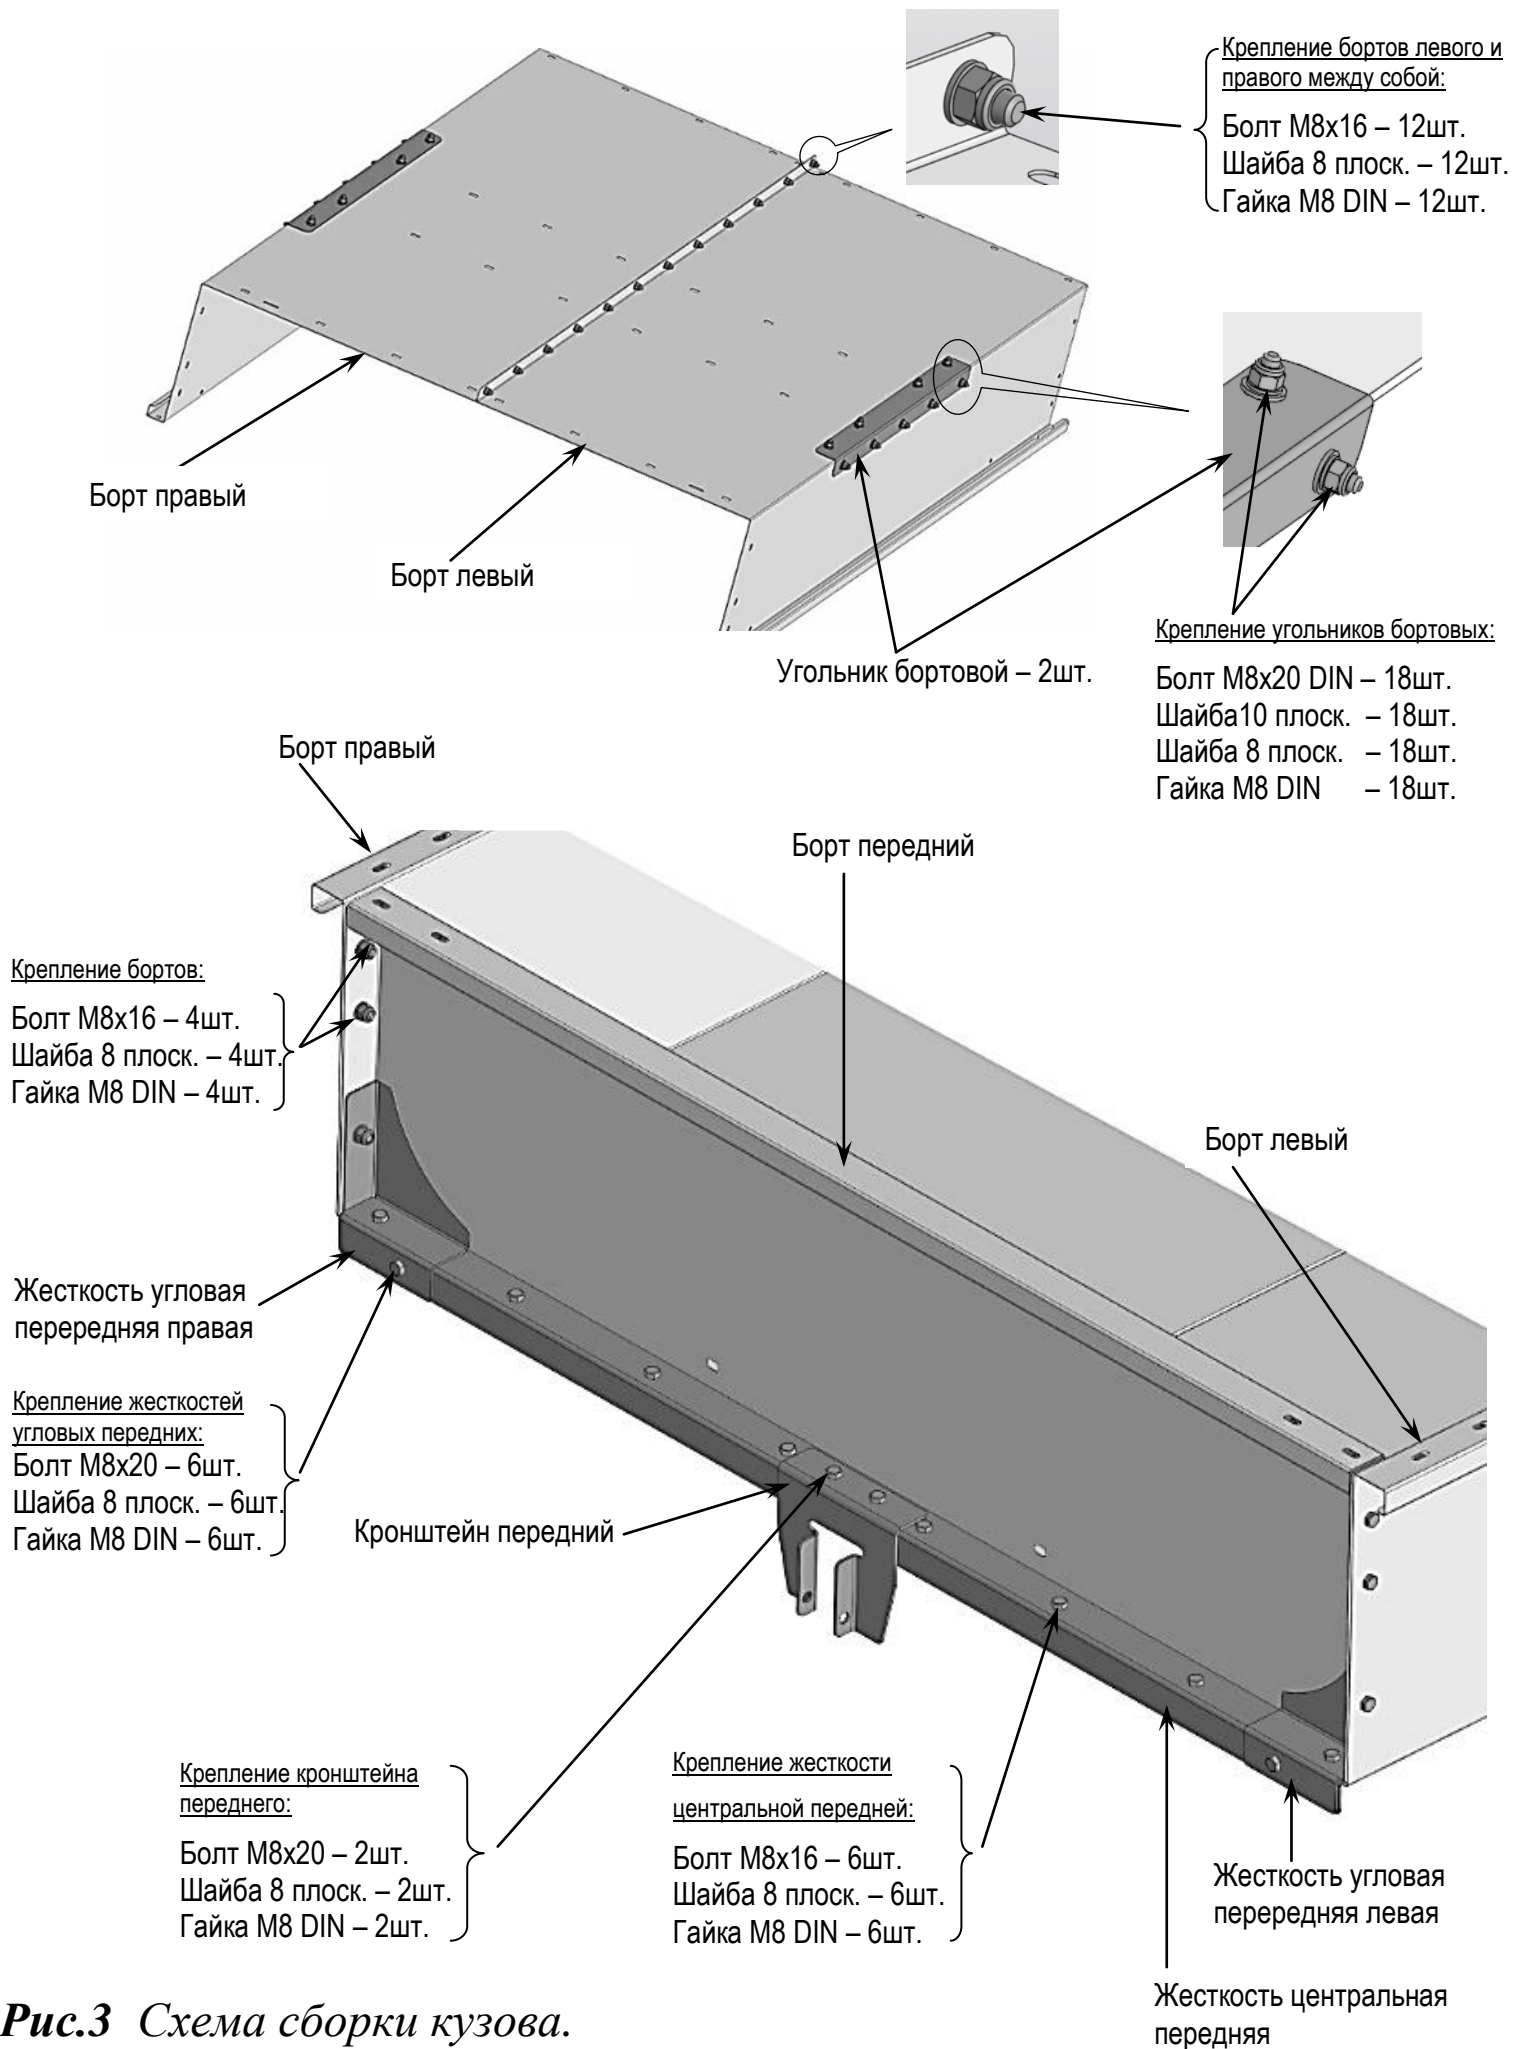
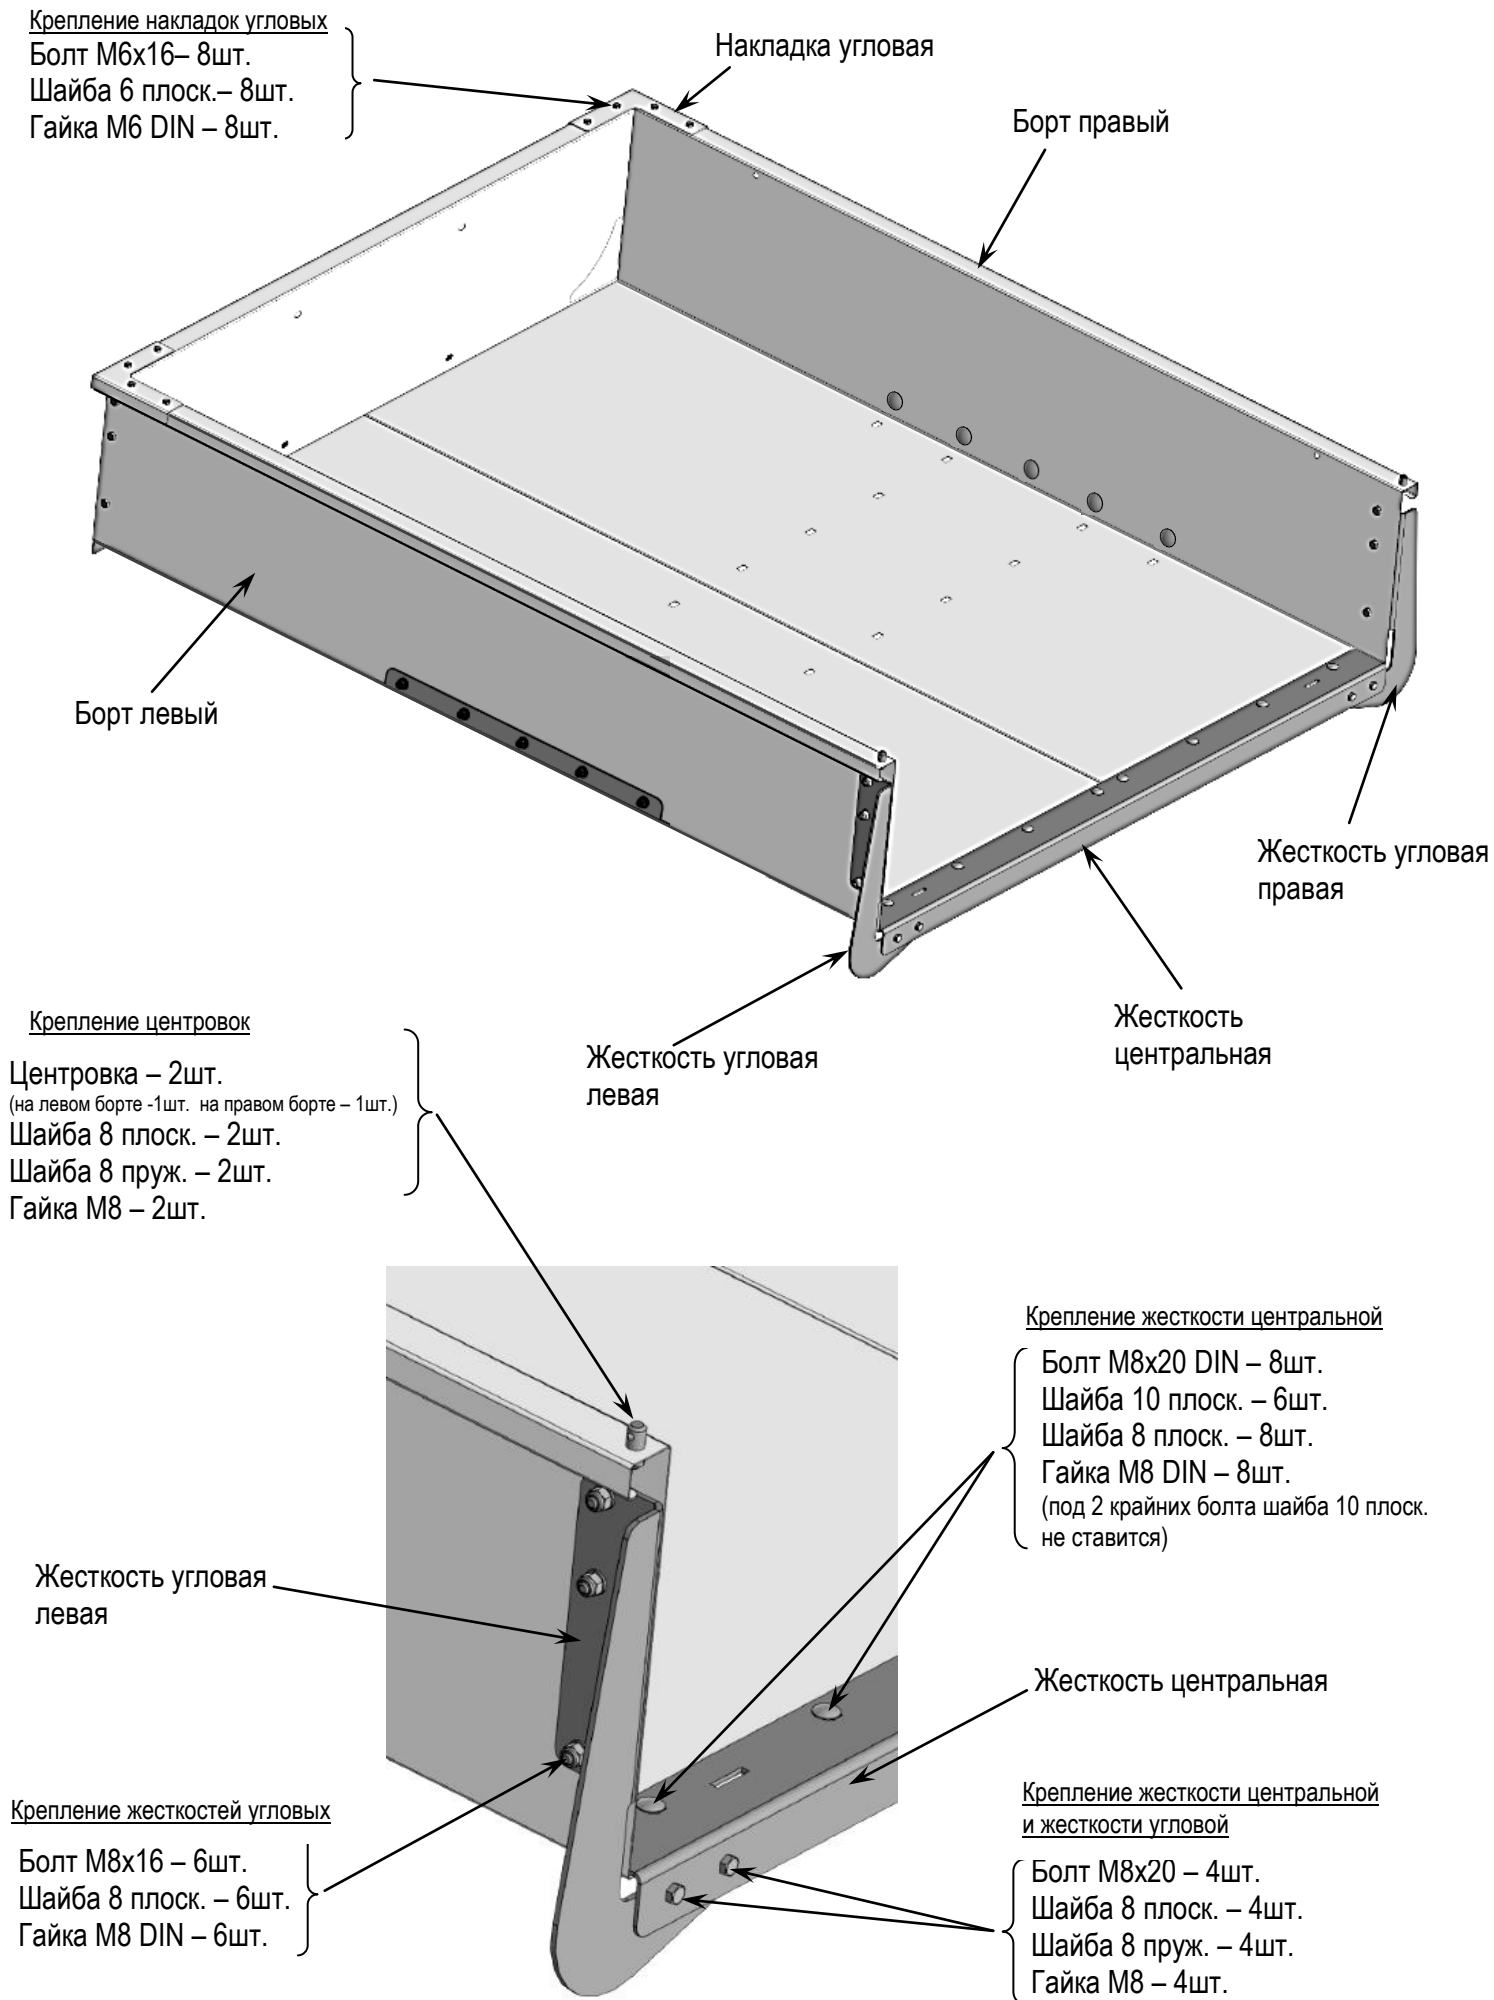
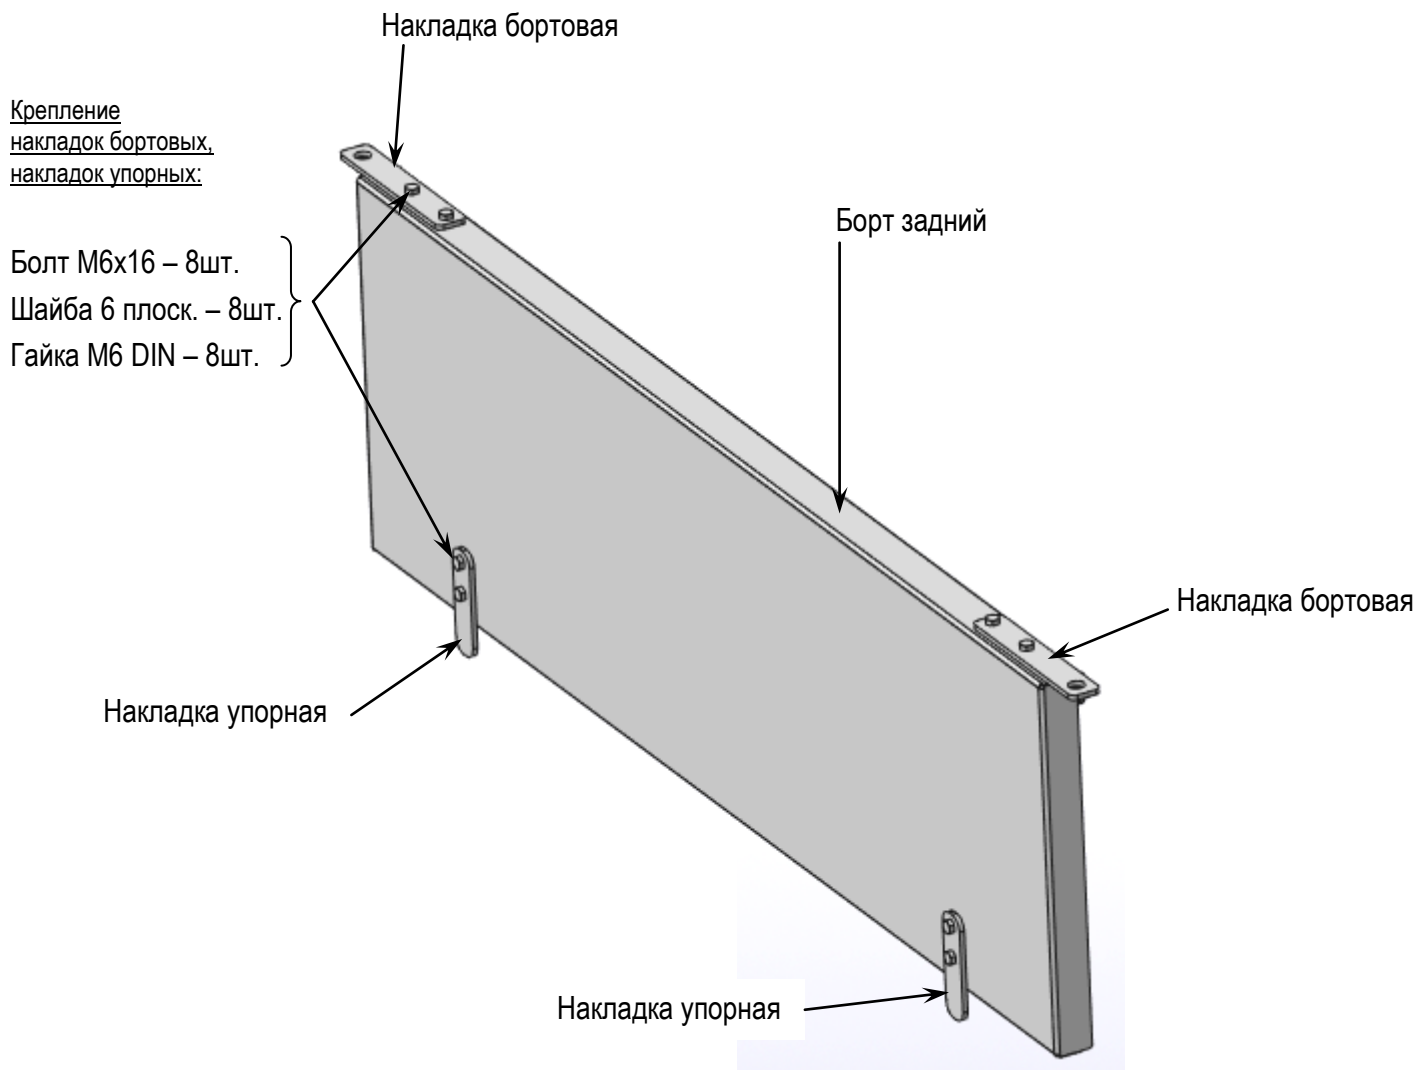
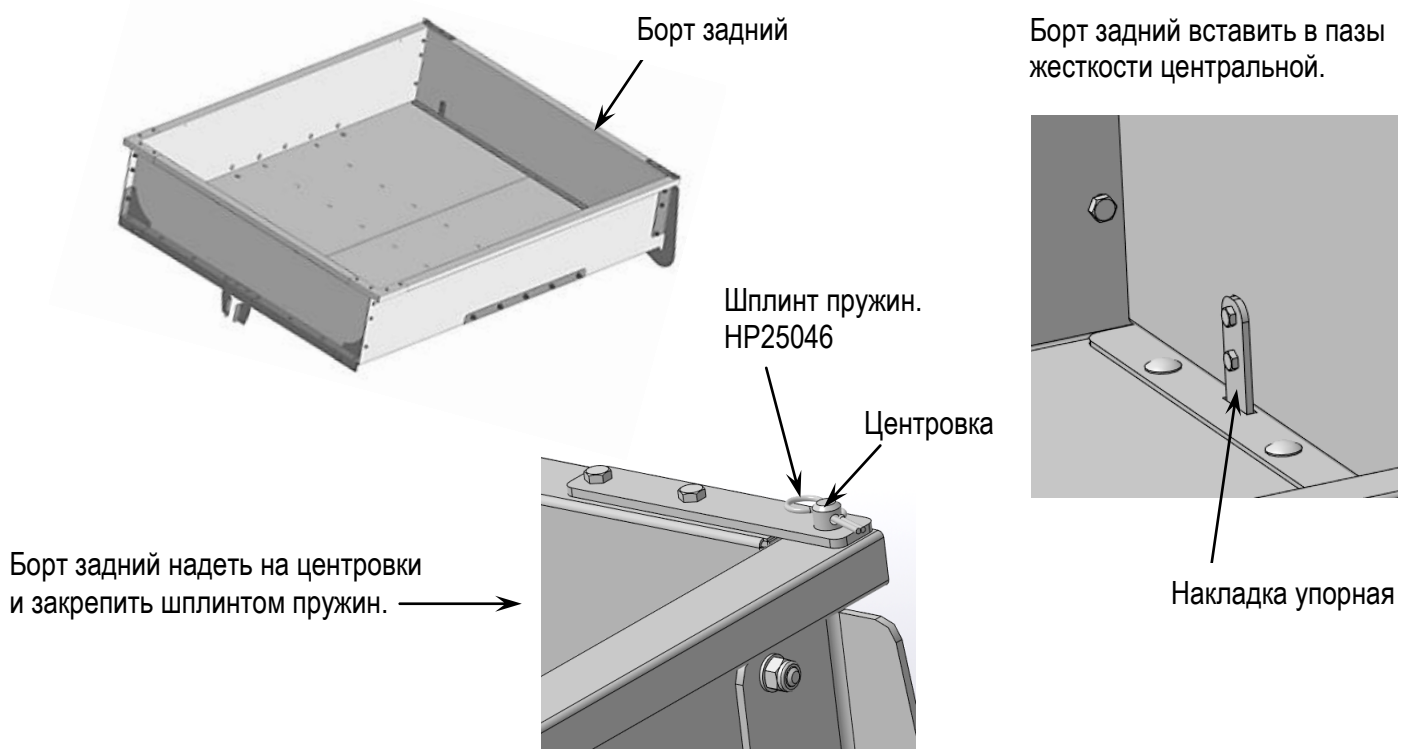

Рис.3 Схема сборки кузова.
Рис.4 Схема сборки кузова.
Рис.5 Схема сборки борта заднего.
Рис.6 Схема сборки кузова с бортом задним.
2. Собрать кузов – Рис.3; Рис.4; Рис.5; Рис.6.